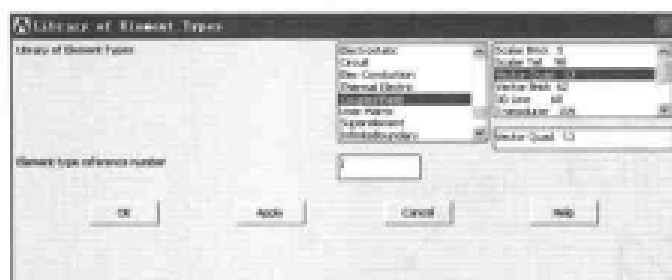

图 13-29 选择单元类型对话框
(1) 选择 Main Menu | Preprocessor | Element Type | Add/Edit/Delete 命令, 出现 Element Types 对话框, 单击 Add 按钮, 出现 Library of Element Types 对话框, 在 Library of Element Types 列表框中选择 Coupled Field 选项, Vector Quad13, 在 Element type reference number 文本框中输入 1, 如图 13-29 所示, 单击 OK 按钮关闭该对话框。